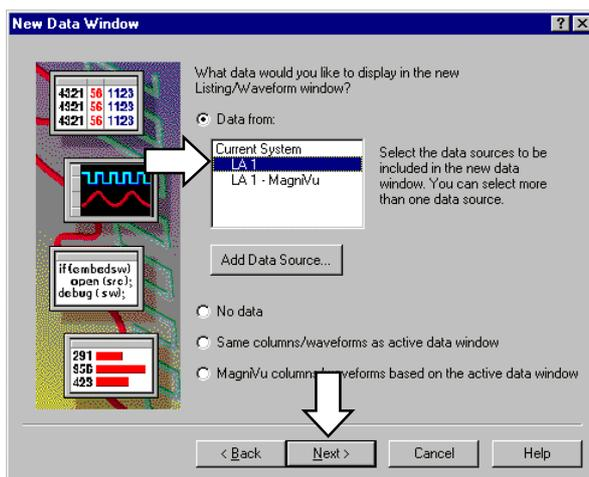

図 2-41 : [New Data Window]ウィザードのデータ・ソースを選択するためのダイアログ・ボックス
3. 図 2-41 のようなダイアログ・ボックスが現れるので、[Data from]オプション・ボックスを選択し、リスト・ボックスの[LA 1]を選択し、<Next>ボタンをクリックします。